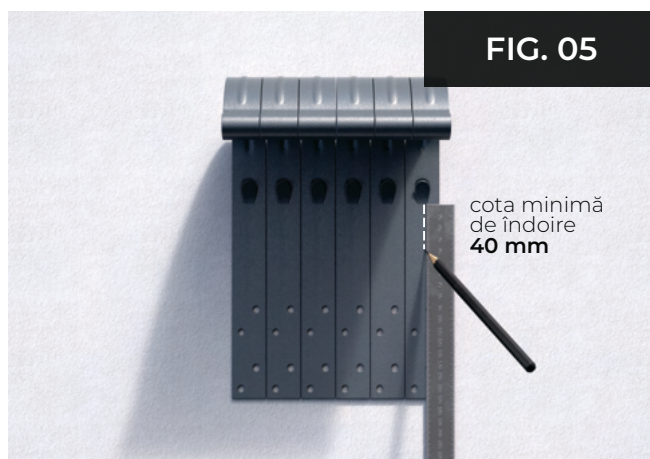

FIG. 05
- trasarea se face ținând cont de cota minimă de îndoire a cârligelor - 40 mm (aceasta este lungimea dispozitivului cu care se vor îndoi cârligele (FIG. 05)), se trasează o linie perpendiculară pe toate cârligele aliniate (FIG. 06).